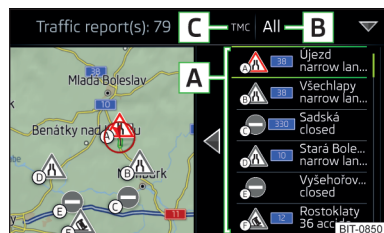

Fig. 232
În lista mesajelor despre trafic, precum și pe hartă se afișează maxim 6 mesaje, care sunt prevăzute cu o literă și cu simbolul unui blocaj în trafic (de exemplu , ,) » fig. 232.
În poziția » fig. 232 pot fi inserate următoarele simboluri.
- ▶ **Are loc o ghidare în traseu** - după atingerea suprafeței de comandă funcții » fig. 232, în meniul afișat se pot alege, prin atingerea suprafeței de comandă funcții **Toate zonele**, toate mesajele din trafic, **sau** prin atingerea suprafeței de comandă funcții **Traseu**, numai mesajele din trafic disponibile pentru respectiva rută.